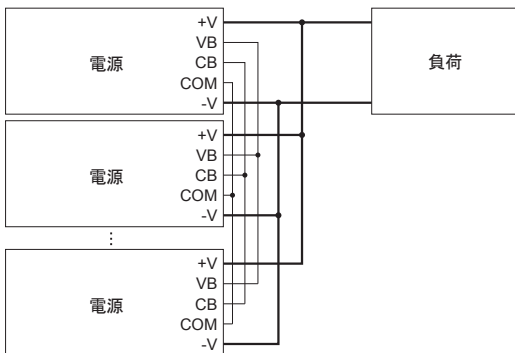

図 2.3 N+1 冗長運転時の接続
■ 図 2.3 の配線をする事で、N + 1 並列冗長運転を行うことができます。並列する電源間の出力電圧差を、並列接続前に、-144 は ±600mV、それ以外は、±200mV 以下になるように調整して下さい。並列するすべての電源の CB（カレントバランス）端子、VB（ボルテージバランス）端子、COM 端子どうしを接続してください。